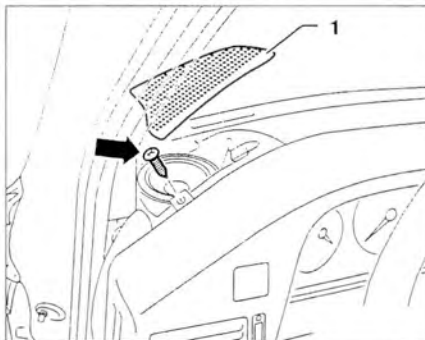

Рис. 10.30. Снимите крышку 1 динамика и выкрутите винт (стрелка).
11. Снимите крышку 1 динамика и выкрутите винт (стрелка) (рис. 10.30).